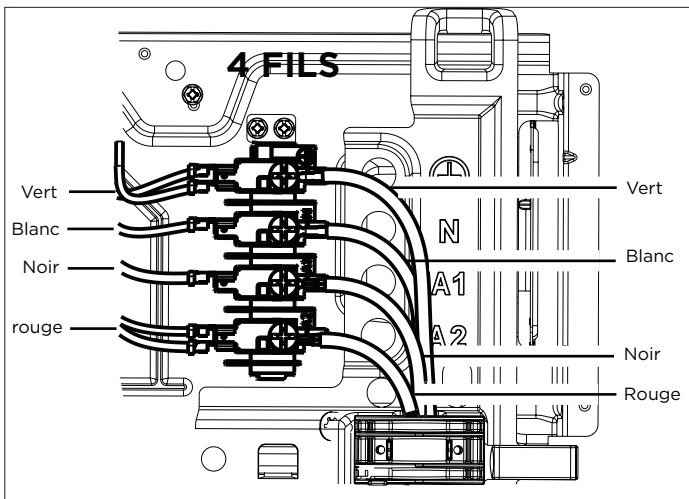

Figure 7: Raccordement du cordon d'alimentation à 4 fils
3. Fixez le câble de conduit au bornier conformément à l'ordre de couleur correspondant (voir figure 7) en retirant la vis prévue, en glissant le fil sur la vis et en vissant cette dernière.
5. Suivez le code couleur illustré en figure 7 pour réaliser les quatre raccords.